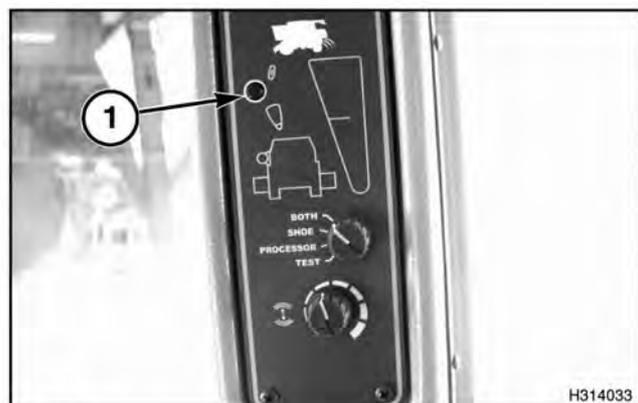

FIG.105
FIG. 105: Colocar el interruptor de selección de tamaño de grano (1) en “pequeño”, “medio” o “grande”, según corresponda al tamaño de las semillas que se va a cosechar.